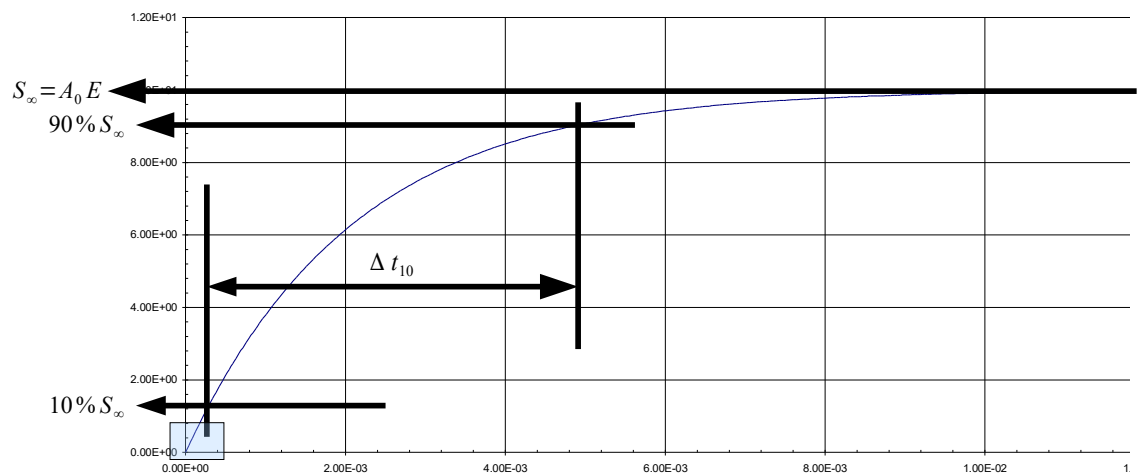

figure 2: Mesure des grandeurs caractéristiques réponse indicielle LP1
Pour modéliser un LP1, sur la réponse à un échelon d'un système LP1, on mesure les grandeurs caractéristiques suivantes : la valeur finale et un temps de réponse (figure 2).
- Le temps de montée à x% Δt_x est le temps mis par la sortie pour passer de $x\%$ à $1 - x\%$ de la variation totale (voir figure 2).